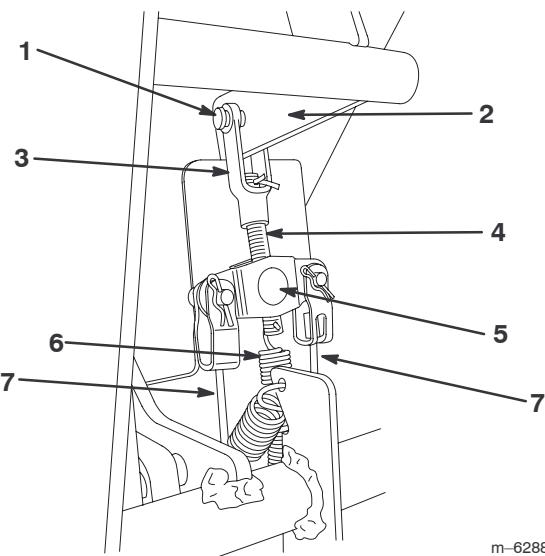

Figure 31
2. Vérifiez les câbles de frein au niveau de l'équilibrEUR (situé sous le tableau de bord) et évaluez à quelle hauteur l'équilibrEUR doit être placé sur la tige de frein pour supprimer entièrement le mou des câbles (Fig. 31).
3. Enlevez la goupille fendue et l'axe de fixation de la chape sur la tige de frein (Fig. 31).
4. Décrochez le ressort du bas de la tige de frein (Fig. 31).
6. Vissez ou dévissez la tige de frein dans l'équilibrEUR selon besoin pour supprimer le mou des câbles de frein (Fig. 31). Ne tendez pas les câbles excessivement.
7. Accrochez le ressort dans le trou de la tige de frein (Fig. 31).
8. Accoupez la chape de la tige de frein au levier de frein à l'aide de l'axe et de la goupille fendue retirés précédemment (Fig. 31).